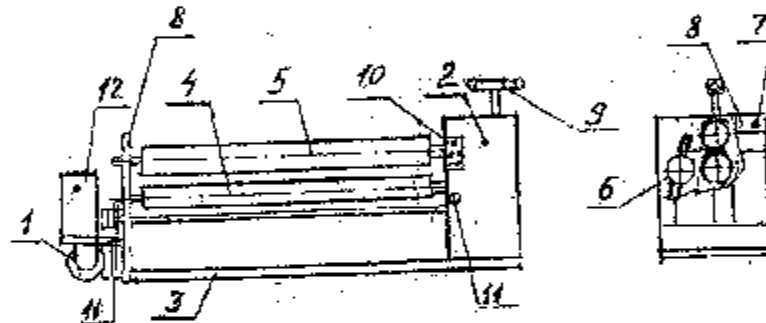

Рис. 1 Общий вид
12	Рис. 1 - общий вид
для листа 1500x40 (мм) модель ВЭШН 15/40 (рис. 1)
6.1. Изделие показано на рис. 1.
6.11. Работа основных составных частей вальцов (рис. 1).